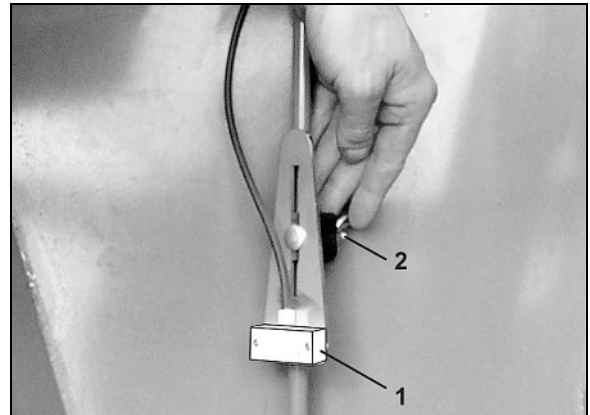

Fig. 85
2. Flügelmutter (Fig. 85/2) lösen.
3. Die Höhenlage des Füllstandssensor (Fig. 85/1) entsprechend der gewünschten Saatgutrestmenge einstellen.
4. Flügelmutter (Fig. 85/2) festziehen.
Den Füllstandssensor nur wie in Figur (Fig. 85) montieren!